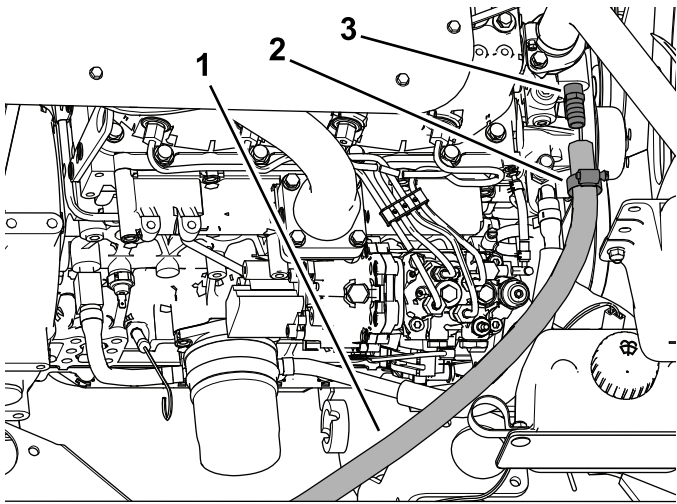

Bild 36
5. Schieben Sie die Schlauchklemme auf den Zulaufschlauch und stecken Sie den Schlauch auf das Anschlussstück (3/8" NPT x 0,625 Zahnung), wie in Bild 36 abgebildet.